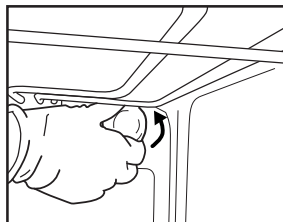

Fig. 8
2. Skru løs pærens deksel (Fig. 8), skift ut pæren (se anmerkningen for type pære) og skru deretter pærens deksel på igjen.